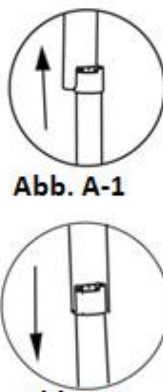

Abb. A-1
1. Zusammenklappen: Heben Sie das Ende des Hauptrahmens nach oben an, bis Sie ein Geräusch hören, welches darauf hinweist, dass der hydraulische Zylinder und das runde Rohr eingerastet sind (siehe: Abbildung A-1).
3. Aufklappen: Heben Sie das Ende des Hauptrahmens so an, dass sich das Rohr höher als die Abdeckung des hydraulischen Zylinders befindet (siehe: Abbildung a-1). Stemmen Sie dann Ihren Fuß fest gegen das Rohr (siehe: Abbildung a-2). Drücken Sie stark den Hauptrahmen und entfernen Sie Ihren Fuß. Drücken Sie danach das Ende des Hauptrahmens, um den Klappmechanismus zu lösen (siehe: Abbildung B). Der Hauptrahmen öffnet sich dann langsam automatisch.